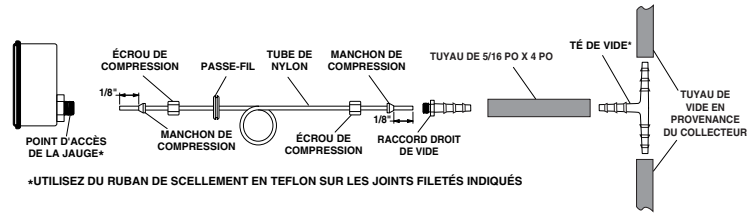

Figure 5. Jauge d'amplification/vide - Raccordement sur un conduit de vide existant
■ Si votre véhicule n'a pas de point de raccordement de ce genre sur le collecteur d'admission, trouvez le conduit de vide existant où un raccord en té peut être installé et suivez les instructions décrites à l'«Option deux - Raccordement sur un conduit de vide existant» (Figure 5).
Consultez la Figure 5 et suivez les instructions ci-dessous.